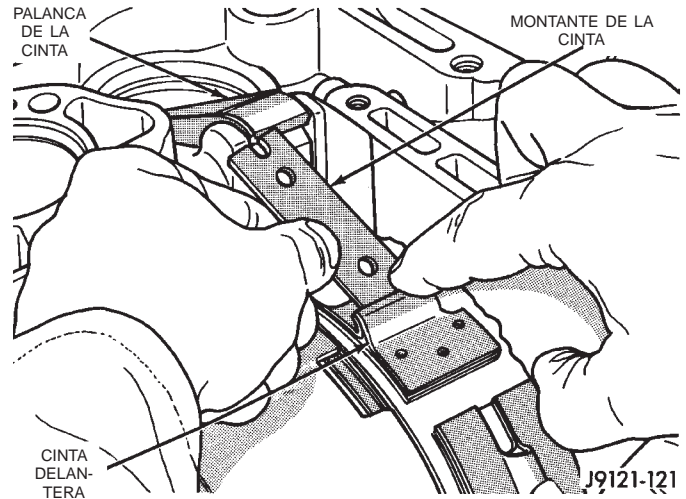

Fig. 74 Montante de la cinta delantera
(17) Apriete la cinta delantera y retire el montante de la cinta (Fig. 74).